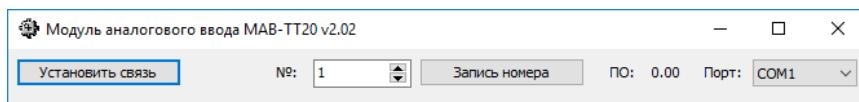

Рис.6. Окно программы MAV-T20.2 при запуске.
2. После запуска файла **mavsetup.exe**, Вы увидите главное окно программы (рис.6).